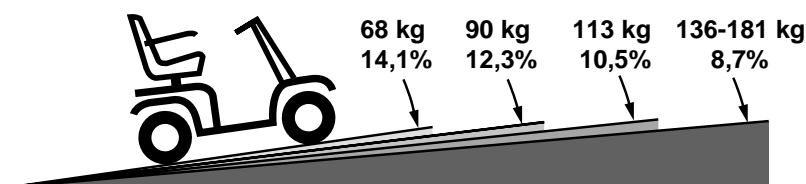

Figura 1. Massima pendenza consigliata per lo Scooter
**AVVERTENZA!** Anche se lo scooter è in grado di salire pendenze più ripide di quelle illustrate nella figura 1, non superare mai le direttive sulle pendenze, o altre specifiche tecniche presentate in questo manuale. Ciò potrebbe causare l'instabilità dello scooter e comportare lesioni alle persone e/o danni allo scooter.
Le rampe di accesso pubblico per disabili non sono soggette a regolamentazioni governative in tutti i Paesi e pertanto non presentano necessariamente la stessa percentuale standard di pendenza. Altre pendenze potrebbero essere di origine naturale, o se create dall'uomo, non concepite per la percorrenza con Scooter per mobilità. La figura 1 illustra la stabilità del Scooter e la capacità di superare inclinazioni in varie condizioni di carico e in determinate condizioni di collaudo.
**ATTENZIONE!** Tentando di affrontare (in salita o in discesa) pendenze superiori a quelle raffigurate nelle figura 1, si rischia di rendere lo Scooter instabile e causarne il ribaltamento, con la deprecata possibilità di infortuni alle persone.